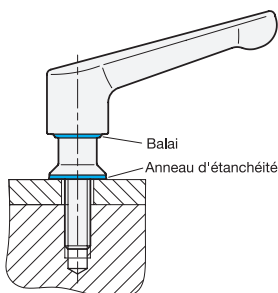

fig. 2
- Tout joint défectueux doit être remplacé (fig. 2). Utilisez uniquement les bagues d'étanchéité spéciales de taille appropriée (GN 7600).
Le racleur (fig. 2) ne peut pas être remplacé. C'est pourquoi il faut remplacer le levier de serrage en cas de dommage, de fissure ou de fragilisation du racleur.